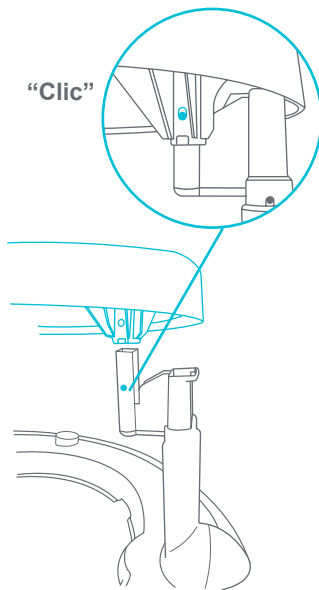

Fig. 1b
- Inserte la tapa superior en las tres patas tres patas (Fig. 1b).